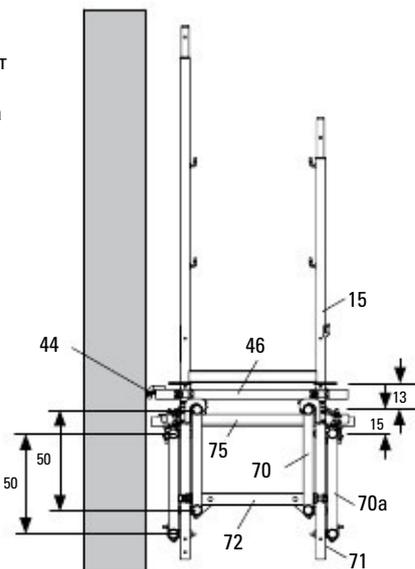

Fig. D4.14
1. Поставете тръбите за скеле (75) напречно между горните пояса на решетъчния трегер. Закрепете тръбите на всичките 4 горни пояса на решетъчните трегери със свързки за стойки.
3. Прикрепете стенната свързка UWT (46) към ринг-болта UFE.
4. Поставете свързката UWT (46) върху горните пояса на горния решетъчен трегер (70). Монтирайте стенните връзки на двете стойки на основната рама (15).
5. Монтирайте стенните свързки UWT (46a) на двете стойки на Easy Frame EVF (16). (Fig. D4.14 - D4.16)